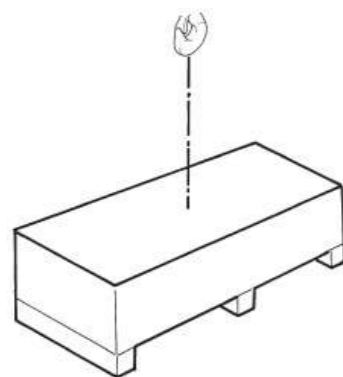

fig.65
- ▶ **SEMPRE** assicurarsi di aver centrato il gancio del paranco sulla perpendicolare del carico prima di effettuare le imbracature e di movimentare il carico stesso (fig.65).